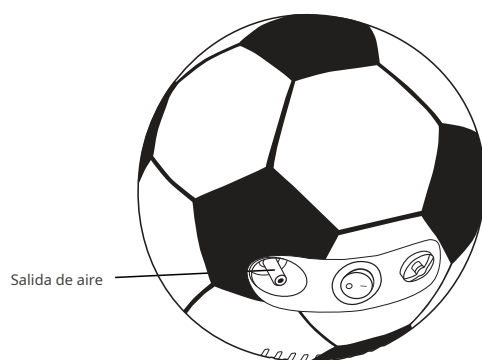

Figura 6-1
9. Conecte firmemente un extremo del tubo a la salida de aire en la parte posterior de la unidad del compresor. Es importante que el tubo se empuje hasta el final en la salida de aire. El tubo está diseñado para encajar firmemente (Figura 6-1).